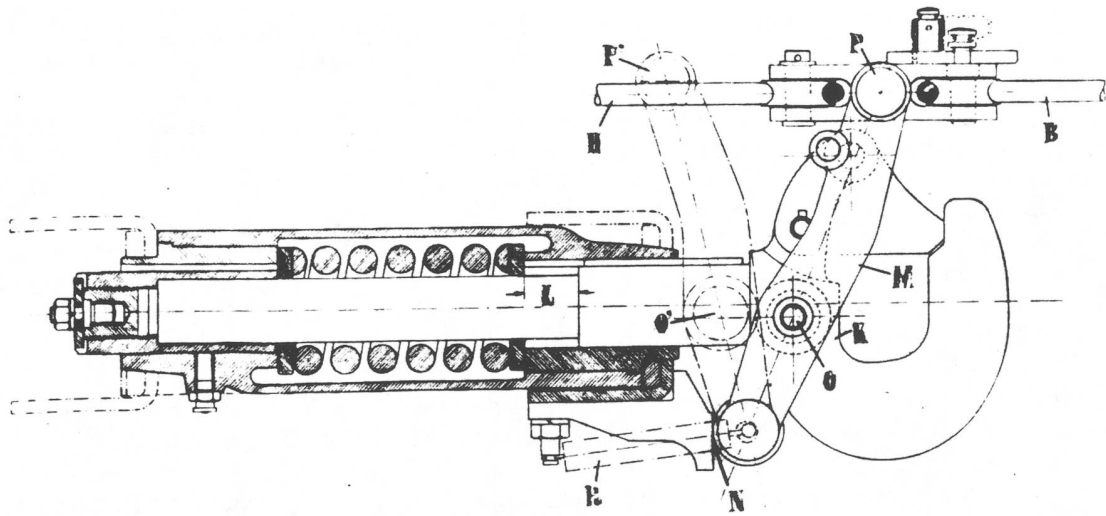

Abb. 4. Der Anhängenhaken und die automatische Bremse.
Die Abbildung 4 zeigt die automatische Bremsvorrichtung.
Abbildung 4 zeigt, wie das Kabel (H) die automatische Bremsvorrichtung mit dem Handrad beim Führersitz verbindet. Bei einer Bremsung vom Führersitz aus wirkt das Kabel (H) auf das Kabel (B) das die Bremsen des Anhängers anzieht. Der Hebel (M) dreht sich um den Punkt (O) und verlässt den Anschlag (N).